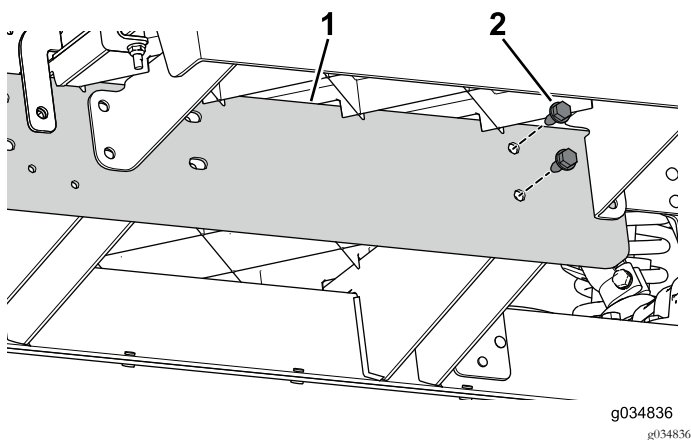

Figura 72
3. Utilize os dois parafusos (5/16 x 3/4 pol.) para instalar sem apertar a calha de extensão para o canal central para a secção dianteira da máquina (Figura 72).